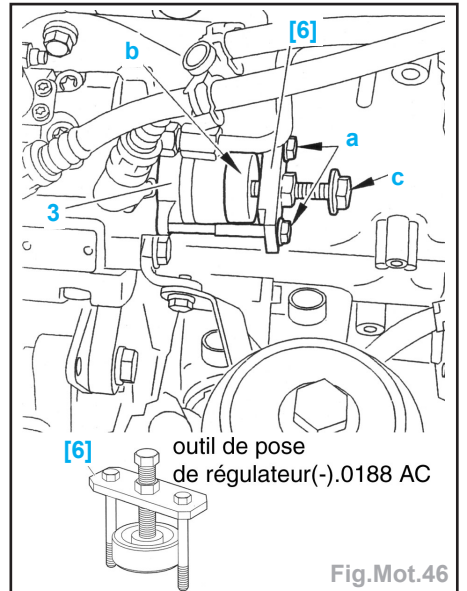

Fig.Mot.46
- Positionner le régulateur de pression carburant sur l'outil de repose [6] et serrer les vis «a» de l'outil [6] à fond de filetage (Fig.Mot.46).